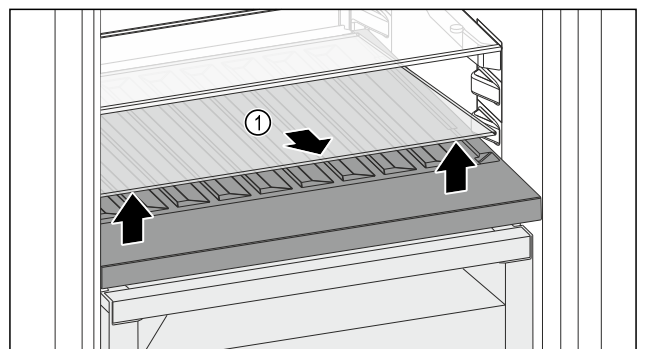

Fig. 123
- ▶ Glasplatte Fig. 123 (1) an der Aussparung vorne anheben und herausnehmen.
- ▶ Glasplatte Fig. 123 (1) außerhalb des Geräts sicher aufbewahren.